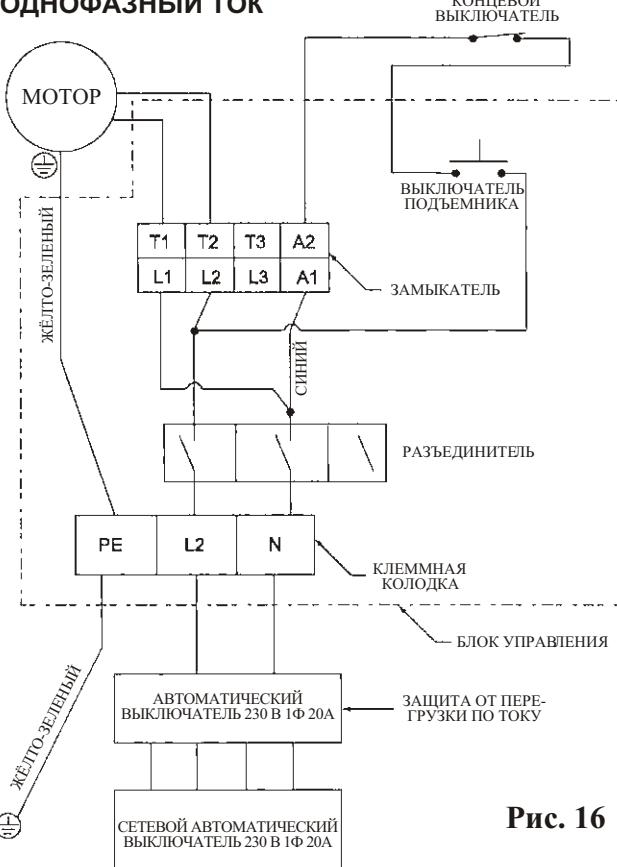

Рис. 16
14. Электрические соединения: соединение электропроводки от источника питания (400-415 вольт, 3 фазы, 50 Гц) к двигателю должно осуществляться специалистом-электриком (рис. 16). При этом необходимо использовать провода, рассчитанные на работу при токе в 15 А. См. таблицу с рабочими характеристиками электродвигателя подъемника, приведенную ниже на рис. 16.